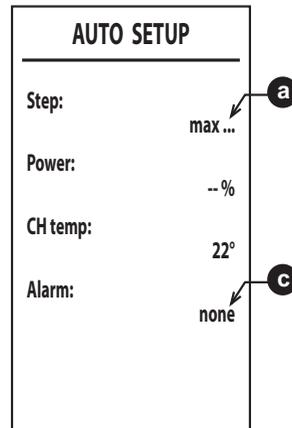

fig. 38
6. Dopo l'accensione, il bruciatore si posiziona alle varie potenze (max, med, min) indicate dal punto **a** (fig. 38).
fine, compare la scritta **max_err** al punto **a** e un codice di errore al punto **c** (fig. 38).